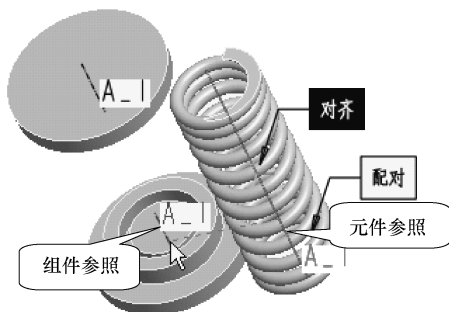

图 9-23 对齐
(12) 单击操控板中的【放置】按钮，弹出【放置】下滑面板，在【集】列表中单击【新建约束】，在图形区分别选取两根轴作为参照，约束类型自动定义为【对齐】，如图9-23所示。
(13) 此时【放置】下滑面板的【状态】选项组中出现【允许假设】复选框且处于选中状态，状态显示为完全约束，在图形区单击鼠标中键完成装配，发现弹簧长度过长，应该压缩后